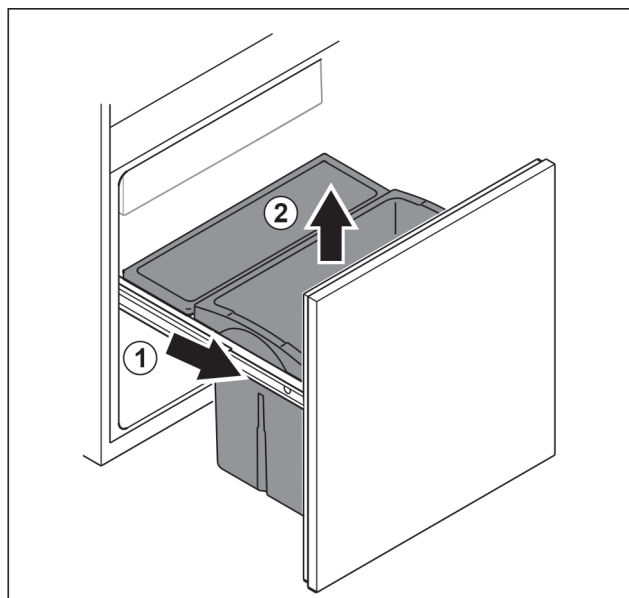

Fig. 100
- ▶ Estrarre il carrello estraibile fino all'arresto. Fig. 100 (1)
- ▶ Rimuovere il cassetto estraendolo verso l'alto. Fig. 100 (2)